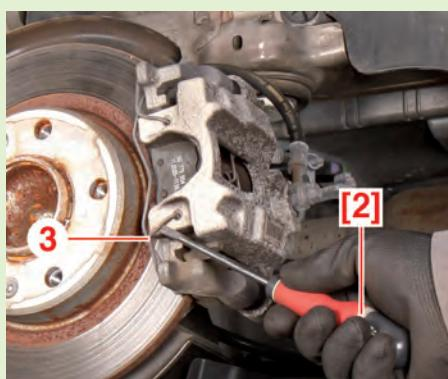

Fig.3
- A l'aide du tournevis [2], décrocher le ressort (3) puis le déposer (Fig.3).